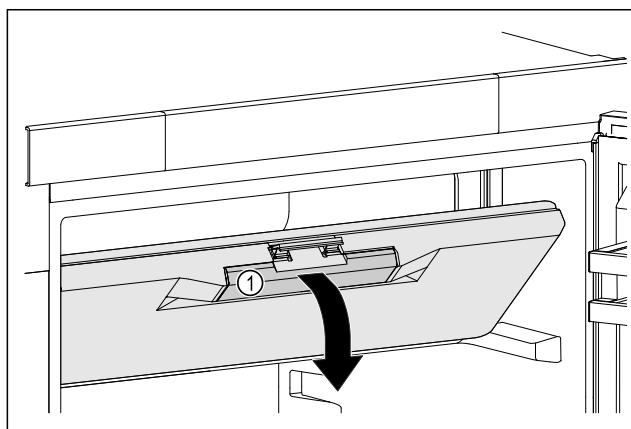

Fig. 48
- Dotkněte se dvířek mrazicího oddílu na prohlubni rukojeti Fig. 48 (1).